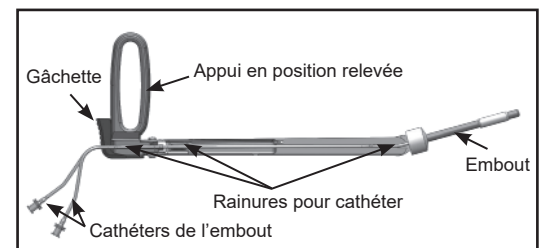

Figure 1
- Vérifier que les cathéters de l'embout sont bien en place dans les rainures pour cathéter de la poignée (voir la figure 1).
La poignée RUMI II doit toujours être utilisée avec l'appui en position relevée (voir la figure 1).